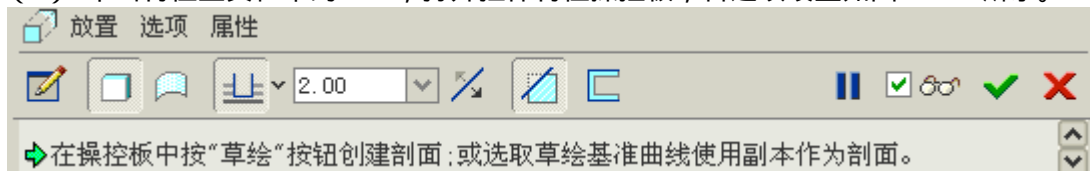

图 59-16
(1) 单击特征工具栏中的 ，打开拉伸特征操控板，各选项设置如图 59-16 所示。